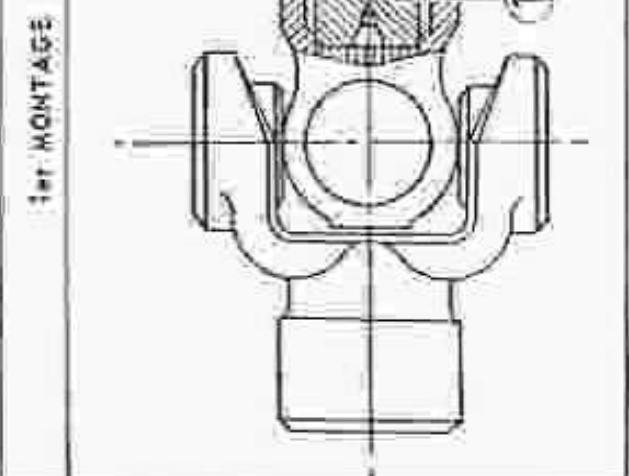

FIG. 17. — SUITE EN PLATE DE LA VASE DE
- Fixer sur le "Y" neuf "de l'appareil" pour dériver les aiguilles de l'arbre de transmission (E) avec la fourchette (B) et la fourchette (C) tout en serrant le fourreau.
- Introduire le roulement dans le fourreau à l'aide d'égoïnes, de boulons par le flanc (3) sur le côté de poussée (10).
- Introduire le "Y" de roulement à l'aide de la fourchette (D) jusqu'à ce que le roulement soit en butte contre le plateau (8) (fig. 17).